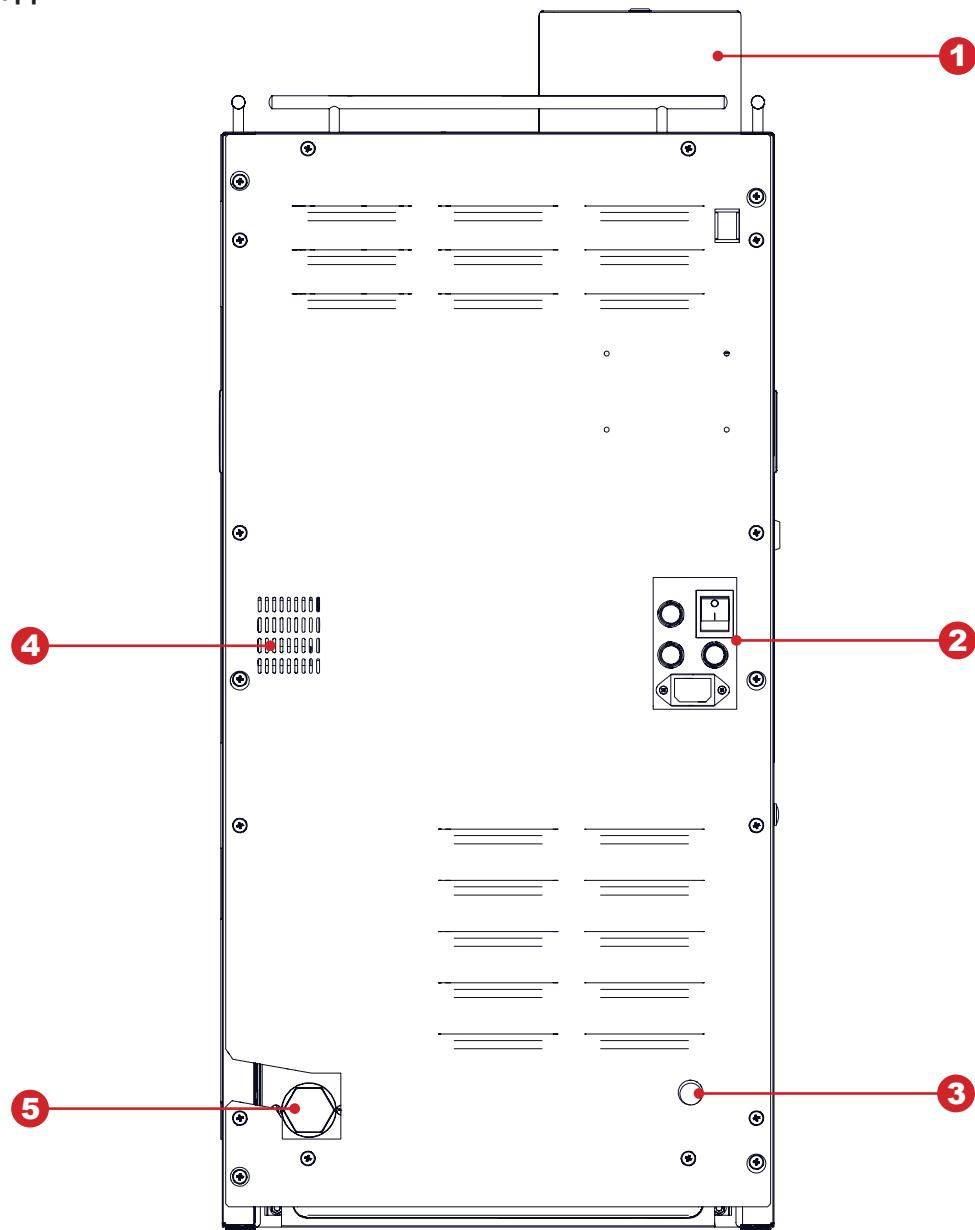

Рисунок 5.4
Автоматы могут быть подключены к линии водопроводной питьевой воды, с учётом требования законодательства в стране установки автомата. Входной разъём для подключения к линии расположен на задней стенке корпуса автомата (см.рис.5.4) и выполнен в виде резьбового соединения диаметром Ø ¾". Подключение осуществляется с помощью трубы, способной выдержать давление водопроводной линии и подходящей для использования с пищевыми продуктами (мин. внутр. диаметр 6 мм).
2. Установите переключатель на блоке коммутации автомата в положение “О” / “ВЫКЛ” (см. рис.5.4 поз.2);
10. Установите переключатель на блоке коммутации автомата в положение “I” / “ВКЛ” (см. рис.5.4 поз.2).
Для обеспечения водоснабжения автомата предназначена силиконовая водозаборная трубка из комплекта поставки (см.рис.4.2 поз.5), которая подключается одним концом ко входу воды (см.рис. 5.4 поз.3), другой конец трубки с наконечником помещается в ёмкость с водой.